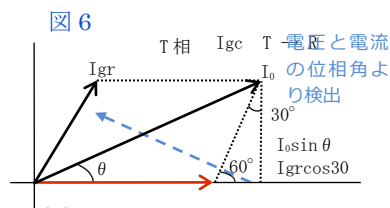
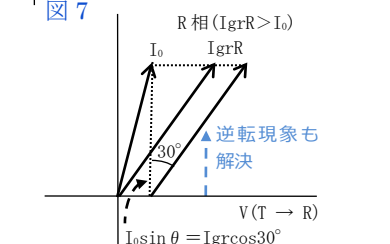
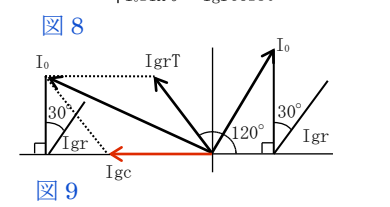

図 6
図 7
図 8
(1) 式より、Igc は V (T→R) に平行で、120° の V (S→T) は、 $\sin 120^\circ = \sin(180^\circ - 120^\circ) = \sin 60^\circ$  となり、60° の V (S→R) に重なる。図 6 は、sin の特性である。この sin の特性を利用することにより三相 3 線式デルタ結線の解決を行う。つまり、90° 以上の  $\theta$  は、180° から減算するという状況をつくる。Igr の発生がなく、Igc のみの場合、180° に I0 は位置する。IgrT の場合 120° に位置する。Igr が発生しており、Igc の影響がある場合、60° から 180° までの間に I0 が位置する。IgrT と I0、Igc を sin の演算を活用すると図 7 となり、IgrR と I0、Igc を sin で演算すると図 8 となる。I0 から電圧 V (T→R) に垂線を引くと演算後の  $\theta$  と I0 の大きさより  $I_0 \sin \theta$  と計算される。そして Igr と  $I_0 \sin \theta$  は必ず 30° の角度があるためその関係は、 $Igr \cos 30^\circ = I_0 \sin \theta$  となる。この関係より Igr を求めるための公式は (2) 式となる。